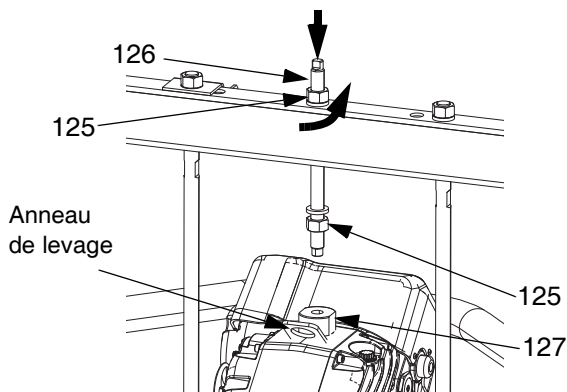

FIG. 41 : Cylindre de 55 gallons
5. Débrancher le moteur (AB) :
- a. Fixer un palan suffisamment robuste à l'anneau de levage du moteur. Desserrer l'écrou (125) situé sous la barre transversale.
- b. Utiliser une clé pour maintenir en place l'adaptateur de l'anneau de levage (127) et desserrer la tige filetée (126) située au-dessus de la barre transversale à l'aide d'une autre clé. Voir la FIG. 41.